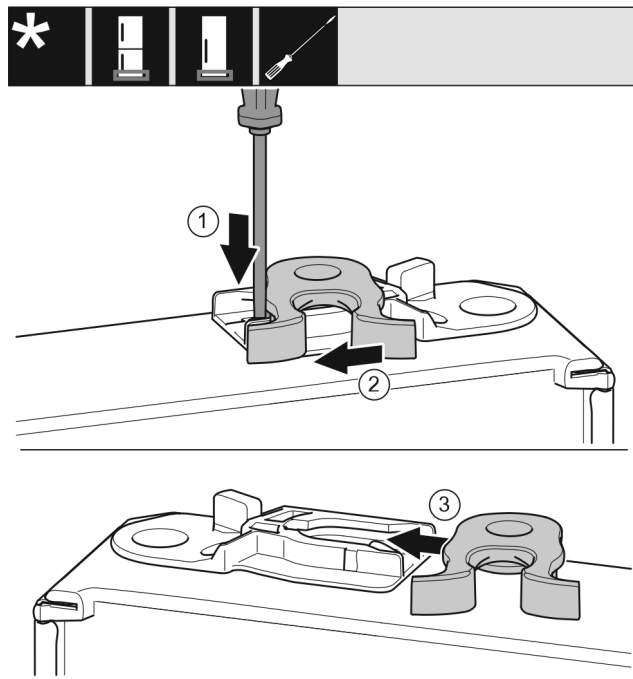

Fig. 13
- Lasche mit Schlitzschraubendreher nach unten drücken. Fig. 13 (1)
- Schließhaken aus Führung ziehen. Fig. 13 (2)
- Schließhaken auf anderer Seite in Führung schieben. Fig. 13 (3)